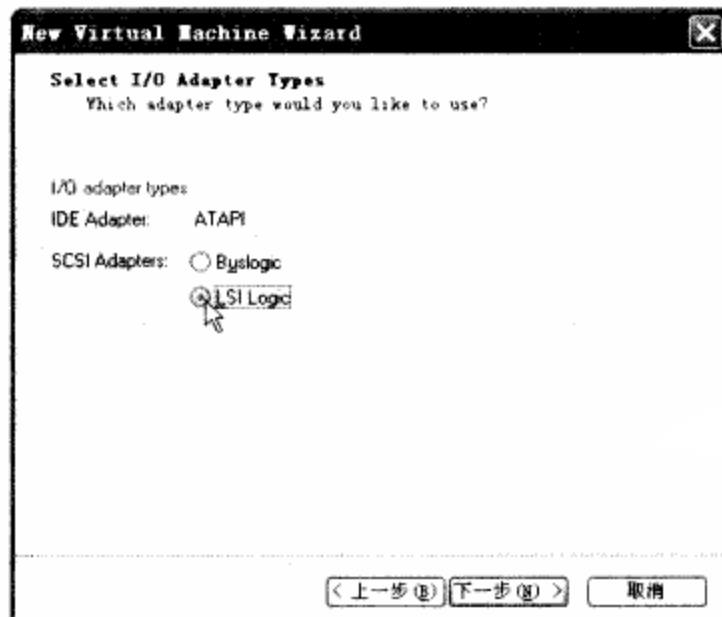

图 2.9 选择“I/O Adapter”
⑧ 选择“I/O Adapter”，使用默认值，如图 2.9 所示。